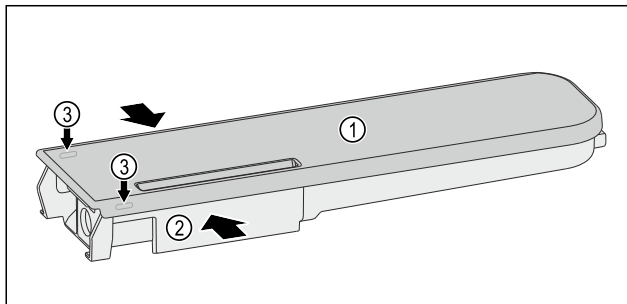

Fig. 143
- Притисніть бак для води Fig. 143 (2), обережно підчепіть і потягніть угору кришку Fig. 143 (1) за допомогою фіксувальних язичків Fig. 143 (3).
- Обережно порушайте кришку Fig. 143 (1) вперед-назад і зніміть її вгору.